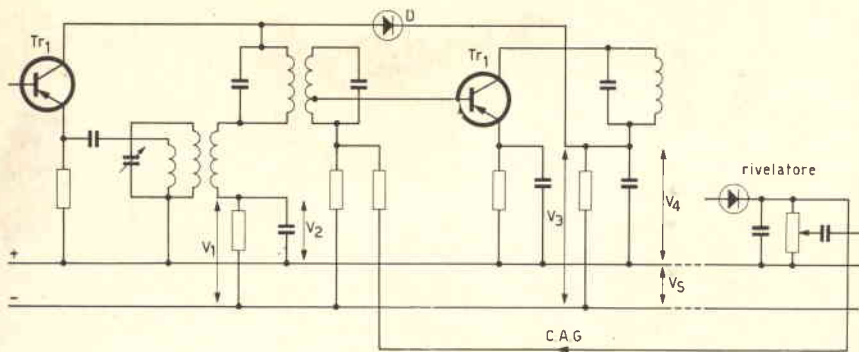

Fig. 2 - Circuito automatico di guadagno di uno stadio a frequenza intermedia per variazione di smorzamento del circuito accordato con diodo D.
Per i segnali che giungono al circuito rivelatore con una intensità piuttosto debole, la corrente di collettore è grande, di modo che la tensione V_4 , sempre riferendoci alla fig. 2 è piccola. Finché la tensione V_4 è minore di V_2 , il diodo D rimane bloccato ed il circuito induttanza-capacità (LC) di media frequenza non risulta essere smorzato. Per segnali di maggiore intensità, sempre sul rivelatore, la corrente di